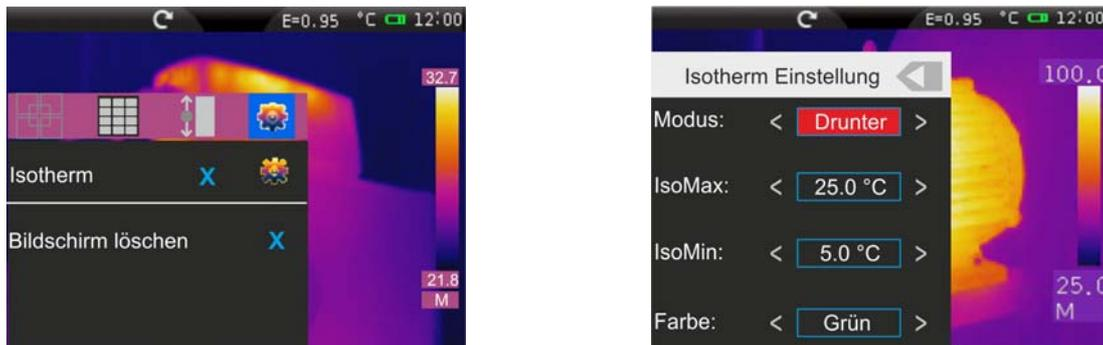

Abb. 59: Einstellungen des Werkzeugs Isothermen
Im Menü Bild, berühren Sie das Symbol , um die Funktion Isothermen auszuwählen und eine Reinigung des Bildschirms zu aktivieren. Es stehen folgende Optionen zur Verfügung (siehe Abb. 59):
2. Berühren Sie das Symbol  für die Definition der Eigenschaften der Isothermen-Linie. Die Bildschirmseite von Abb. 59 erscheint im Display. Die Bedeutung der Einträge ist die folgende: